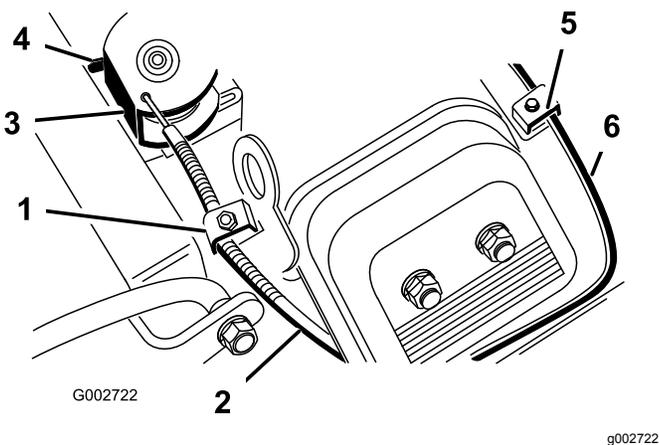

Figura 38
2. Desaperte o parafuso de fixação do cabo do acelerador ao motor (Figura 38).
- Puxe o cabo do acelerador até que a zona traseira da cavilha entre em contacto com o batente (Figura 38).
- Desaperte o parafuso de fixação do cabo da alavanca do ar que prende o cabo ao motor (Figura 38).
- Puxe o cabo do ar (Figura 38) até que a borboleta se encontre completamente fechada e, em seguida, aperte o parafuso de fixação do cabo.